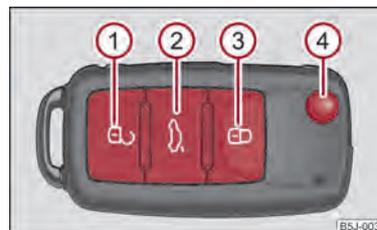

Fig. 17 Llave con radiotelemando
- Pulsar la tecla ① ⇒ fig. 17 durante aprox. 1 segundo.